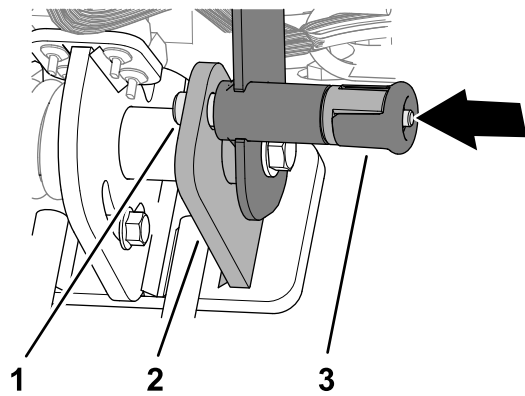

Bild 6
4. Drehen Sie den Lenker nach oben und arretieren Sie ihn mit dem Lenkerverriegelungsstift (**Bild 6**).